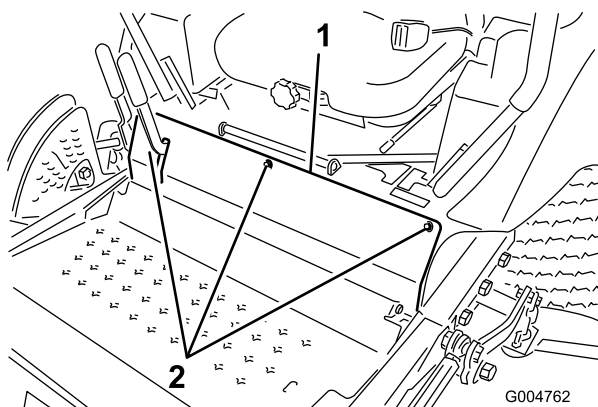

Figure 58
2. Retirez les boulons de fixation du panneau avant et déposez le panneau (Figure 58).